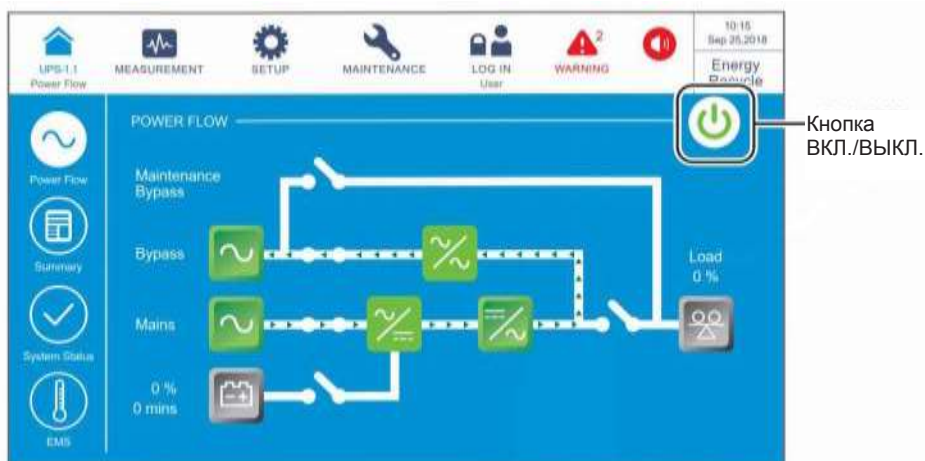

Рисунок 6-67: Экран режима повторного использования электроэнергии и кнопка ВКЛ./ВЫКЛ.
- 1) В режиме повторного использования электроэнергии на ЖК-дисплее отображается следующий экран (**Рисунок 6-67**), а трехцветный светодиодный индикатор горит желтым. Расположение трехцветного светодиодного индикатора см. на **Рисунке 2-11**.